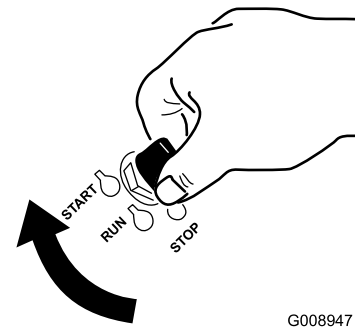

Figure 16
1. Tournez la clé de contact à la position DÉMARRAGE (Figure 16).